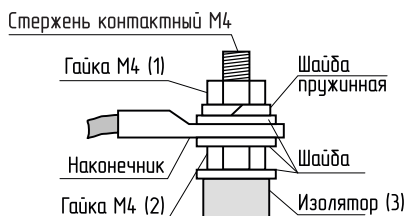

Рис.5 Присоединение проводов к выводам блок-ТЭН
- 6.4. При замене блок-ТЭН присоединение фазных проводов к выводам блок-ТЭН производить согласно Рис.5. Сечение кабеля указано в табл.1 и 1.1.